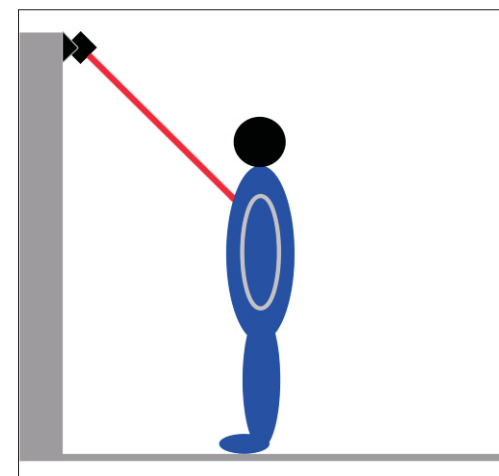

Figura 3
- Ajuste o direcionamento do sensor de forma a obter o resultado desejado e trave-o na posição escolhida através do parafuso localizado na lateral do mesmo. Para menores distâncias posicionar para baixo, para maiores distâncias mova-o para cima (Conforme figura 3 na página 2);